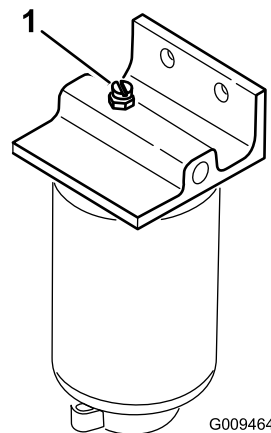

Figure 43
3. Ouvrez le bouchon d'aération sur le séparateur d'eau/de carburant (Figure 43).